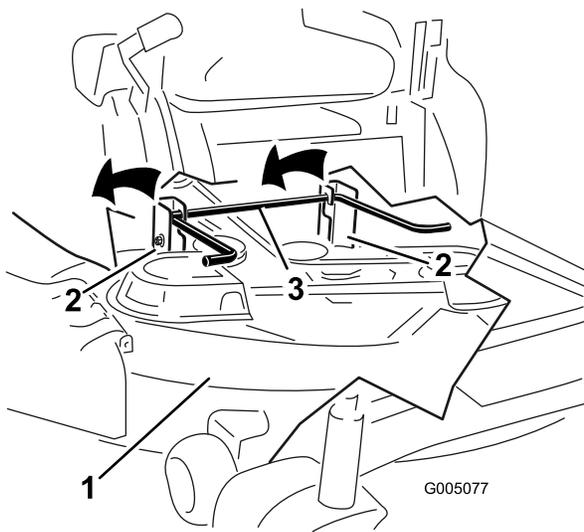

Figura 64
6. Eleve la carcasa de corte y separe ésta y las pletinas de suspensión de la varilla de elevación trasera; luego baje el cortacésped con cuidado al suelo (Figura 64).
- Eleve la parte trasera de la carcasa de corte y coloque los soportes sobre la varilla de elevación trasera (Figura 64).